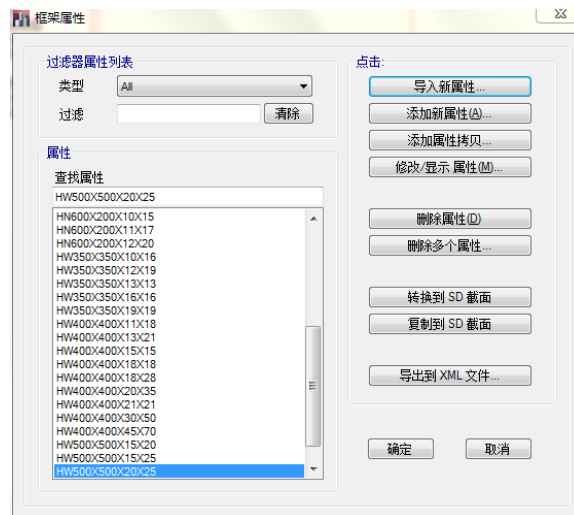

图 3-6 框架属性对话框
9. 重复 2~8 导入 HW350~HW500 之间的所有截面。完成后，不退出框架属性对话框，对话框应如图 3-6 所示。